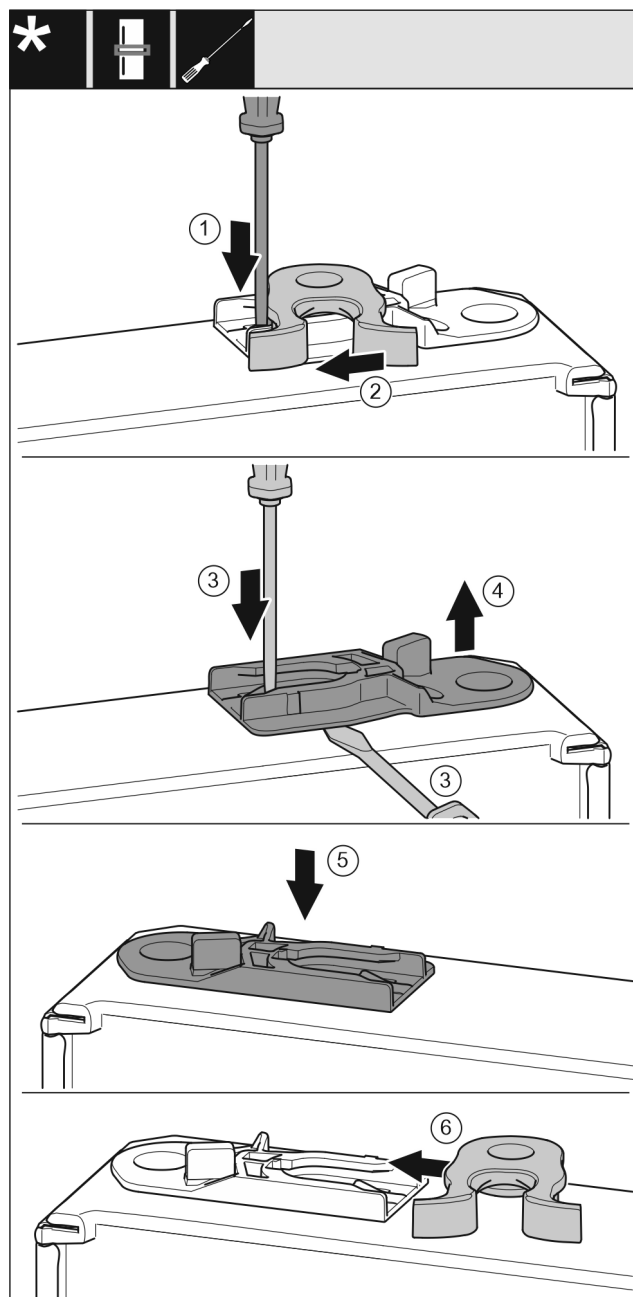

Fig. 19
- Tryk lasken Fig. 19 (1) nedad med en kærnskruetrækker.
- Træk låsekrogen Fig. 19 (2) ud af føringen.
- Træk styrebøsningen Fig. 19 (3, 4) ud: Tryk på lasken med en kærnskruetrækker, og flyt den samtidig ind under styrebøsningen med kærnskruetrækkeren.
- Skub den medfølgende styrebøsning Fig. 19 (5) ind på den anden side af huset.
- Skub låsekrogen Fig. 19 (6) i føringen.